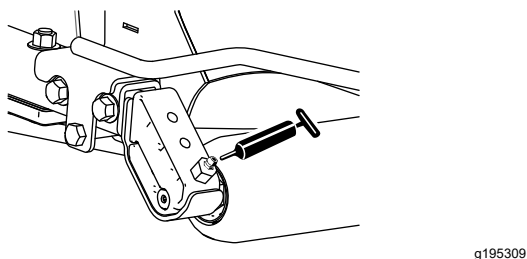

Bild 46
- 2 (pro Mähwerk) hinteres Rollenlager (Bild 46)